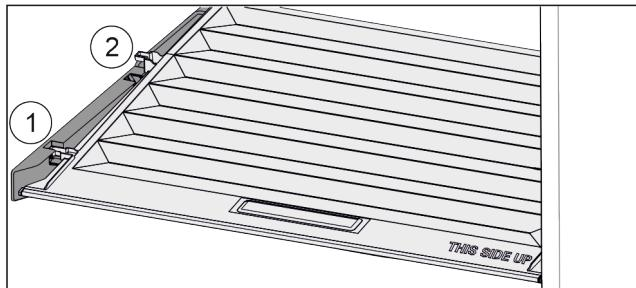

Fig. 94
- Издърпайте напред Fig. 94 (1) капака до отвора в задържащите части.
- Повдигнете го отзад отдолу и отстранете Fig. 94 (2) нагоре.